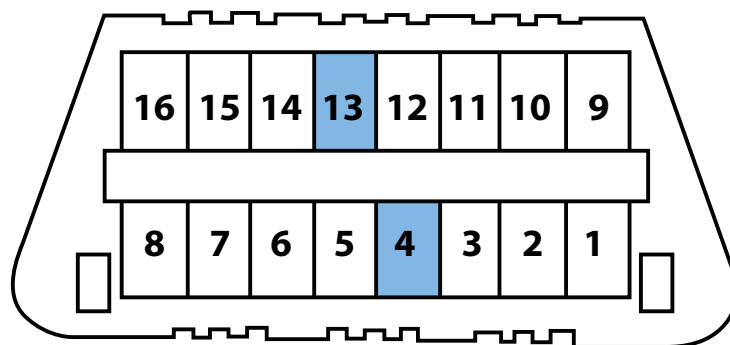

Figura 2.
2. Ricollegare il ponticello come mostrato in precedenza nella Figura 2.
2. Ricollegare il ponticello come precedentemente illustrato in figura 2.